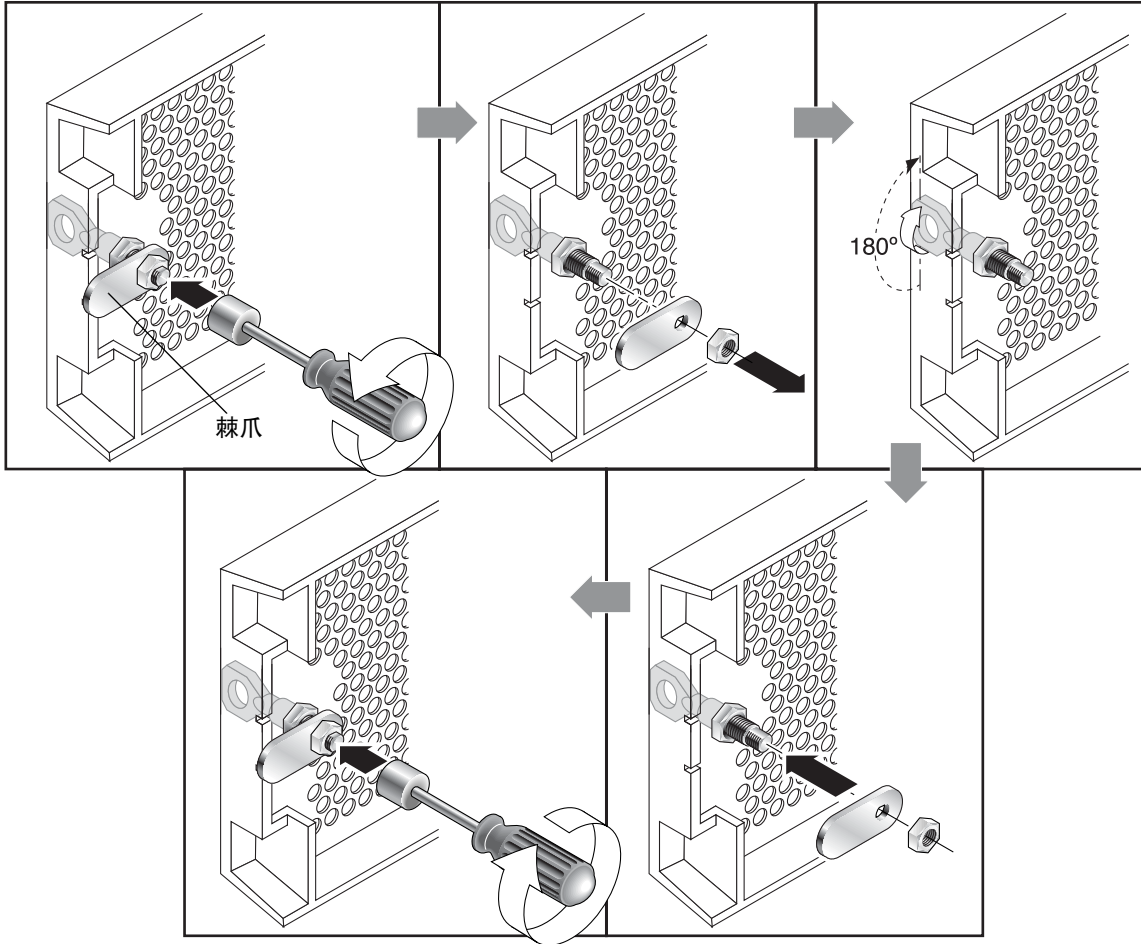

图 1-2 改装前盖锁以使钥匙无法取下的步骤
1. 轻轻将摇臂从其侧部凹处旋出，以便卸下前盖，并确保钥匙处于锁定位置，同时棘爪水平穿过前盖的边缘（请参见图 1-2 的第一幅图）。
2. 使钥匙保留在原位，并使用 12 毫米或 3/8 英寸螺母扳手卸下用于固定棘爪的螺母，如图 1-2 的第一幅图所示。
3. 从锁身的螺纹部分抬起棘爪，如图 1-2 中第二幅图所示。
5. 用钥匙将锁转动 180 度，如图 1-2 中的第三幅图所示
6. 以原先的朝向换上棘爪，如图 1-2 的第四幅图所示。
7. 使钥匙保留在原位，使用螺母扳手重新拧紧用于固定棘爪的螺母，如图 1-2 中的第五幅图所示。注意不要使螺母穿过螺纹。